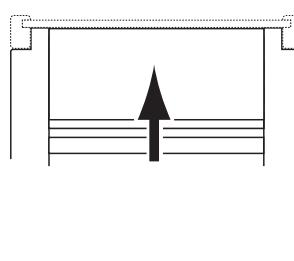

**FIG. 3.3**
4. Fije el estante (C) a los lados de la torre con las tuercas de leva hacia el suelo. (Fig. 3.3)